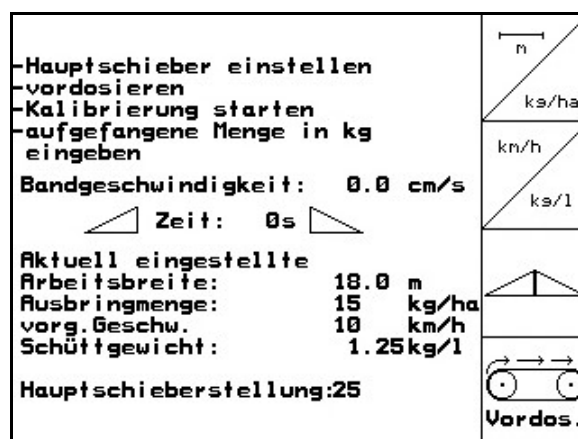

Рис. 41
- Появится индикация установленного значения новой предустановки основной заслонки (Рис. 41).